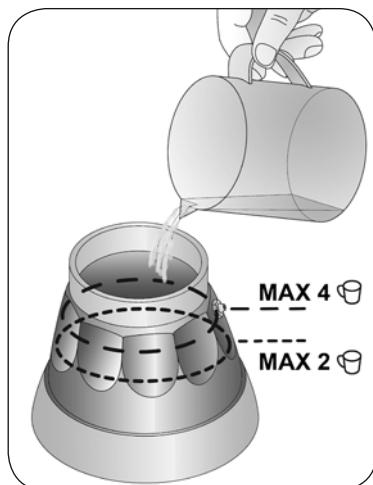
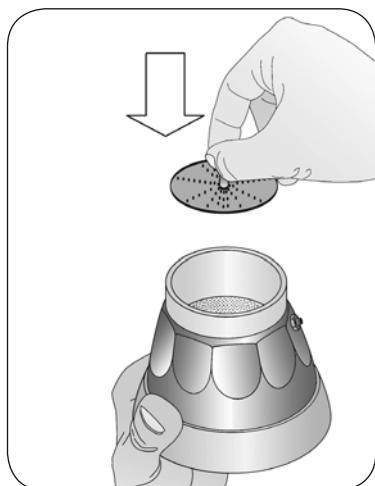

Fig. 2
Fig. 4
Assicurarsi che la macchina sia fredda. Svitare la macchina tenendo la caraffa (C) con una mano e con l'altra ruotare la caldaia (G) in senso orario. Togliere il filtro ad imbuto (F) e riempire la caldaia con acqua fino a raggiungere la valvola di sicurezza (L), visibile dall'interno della caldaia (Fig. 2). Non superare la valvola di sicurezza.
Riempire la caldaia (G) con metà acqua (Fig. 2), stando al di sotto della valvola di sicurezza (L). Posizionare il filtro ad imbuto (F) da quattro tazze all'interno della caldaia. Per preparare il caffè da due tazze inserire il disco adattatore (K) dentro al filtro ad imbuto da quattro tazze (Fig. 4). Procedere come descritto nel paragrafo "Come fare il caffè".